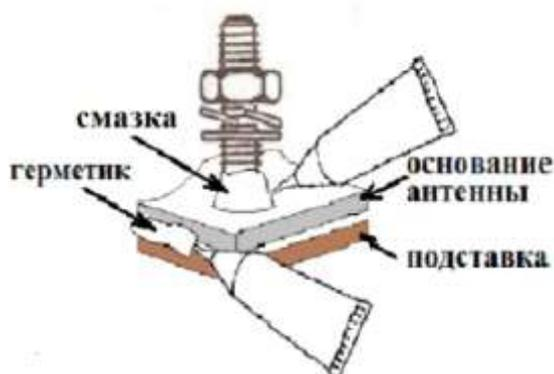

Рисунок 23 - Нанесение электропроводящей смазки и герметика
- установить шайбы на болты, нанести электропроводящую смазку «УВС Суперконт» на поверхность шайб по внутреннему диаметру и резьбу шпилек непрерывным швом толщиной 3 - 4 мм (рисунок 23);
– заполнить герметиком стык подставки с основанием антенны по периметру непрерывным швом толщиной 4 - 5 мм (см. рисунок 23).